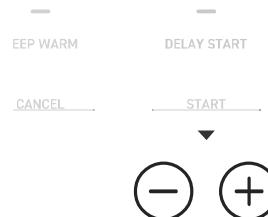

Figure 9.1
3. Appuyez sur les boutons – ou + pour régler le délai de démarrage de 10 minutes (00:10) à 24 heures (24:00). **[Figure 9.1]**